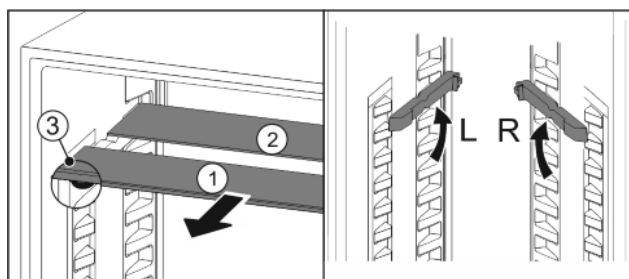

Fig. 18
- ▶ Steklene plošče posamično izvlecite Fig. 18 (1) naprej.
- ▷ Steklena plošča Fig. 18 (1) z zaustavljalniki izvleka je spredaj.
- ▷ Zaustavljalniki so obrnjeni navzdol Fig. 18 (3). Aparati z zamrzovalnim predalom.*